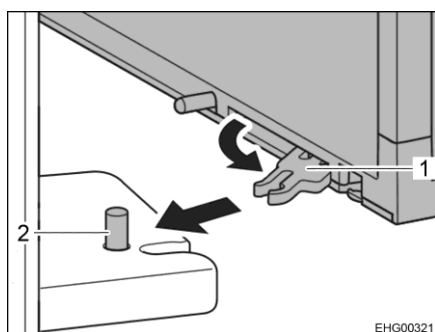

Fig. 83 Verrouillage de la porte du réfrigérateur
- Déplier l'entretoise (Fig. 83,1) côté intérieur de la porte du réfrigérateur en haut et en bas et tirer vers l'avant.
- Faire s'enclencher les entretoises dans chacun des goujons (Fig. 83,2).